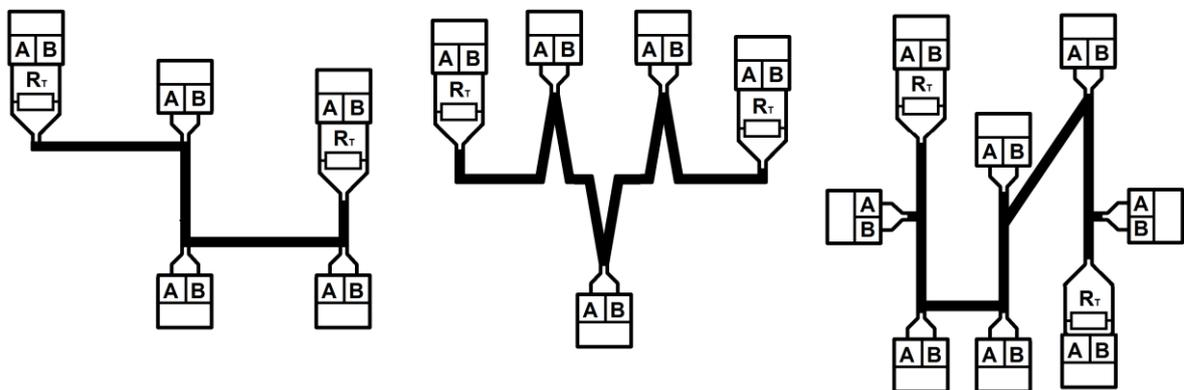

Рисунок 4 – Правильная установка резисторов-терминаторов ( $R_T$ )
6. Резисторы-терминаторы следует устанавливать между проводниками сигналов А и В. Если на концах кабеля подключены повторители ARP485M, резисторы номиналом 120 Ом подключаются простым включением соответствующих переключателей на повторителях (при необходимости использовать резисторы с сопротивлением, отличным от 120 Ом, они должны быть подключены к разъемам повторителя снаружи). В противном случае терминаторы на концах кабеля необходимо устанавливать отдельно. В связи с этим, подключать ARP485M рекомендуется именно на концах кабеля. Примеры установки показаны на рис. 4.